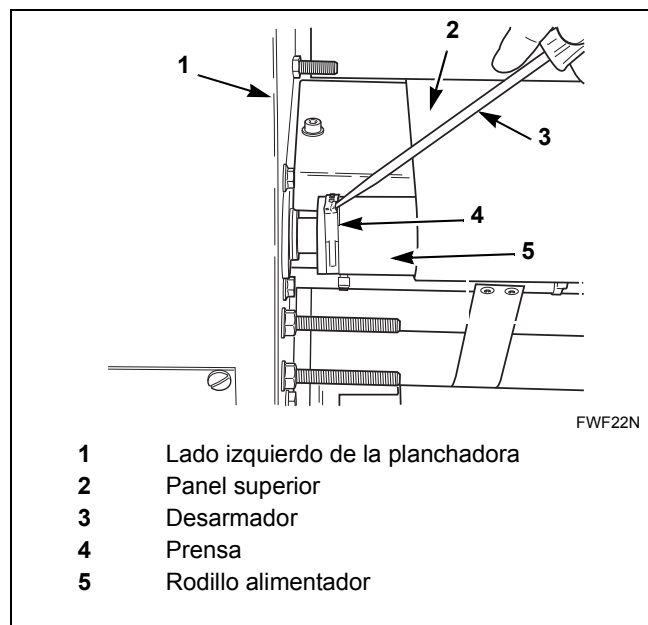

Figura 28
1. Con un desatornillador estándar, abra la abrazadera en el extremo izquierdo del rodillo alimentador. Consulte la *Figura 28*.